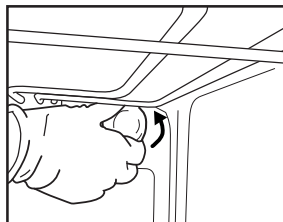

Fig. 8
2. Desaperte a cobertura da lâmpada (Fig. 8), substitua a lâmpada (consulte a nota para ver o tipo de lâmpada) e aparafuse novamente a cobertura da lâmpada.